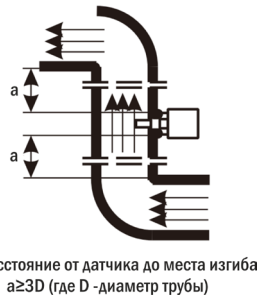

Рис. 2 Схемы монтажа
1. Установите прибор в магистраль. Схемы монтажа указаны на рис. 2. Для настройки уставки потребуется регулировать поток в трубопроводе внешним устройством, например клапаном.